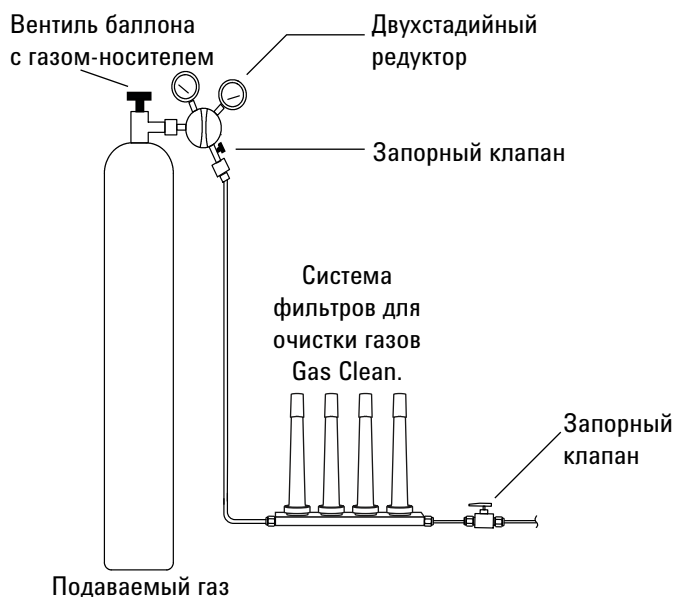

Рис. 9. Подключение трубок к источникам газа
- 1 Определите место для установки ловушек в линии подачи. На **Рис. 9** показан рекомендованный порядок фильтров для газа-носителя и рекомендованное размещение запорных клапанов. Также см. *Руководство по подготовке рабочего места*.